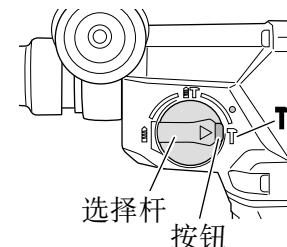

图 26
按下按钮并将选择杆对准 **T** 记号，可以将电动锤钻设置为只锤钻模式 (图 26)。
(3) 旋转选择杆，使其对准 **T** 记号 (图 26)。